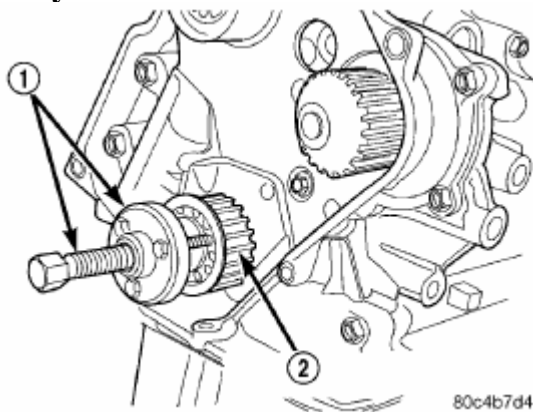

Рис. 52. Снятие звездочки коленчатого вала.
(2) Снять ремень ГРМ
(3) Снять звездочку коленвала при помощи спец. приспособления 6793 и вставки С-4685-С2 (Рис. 52).